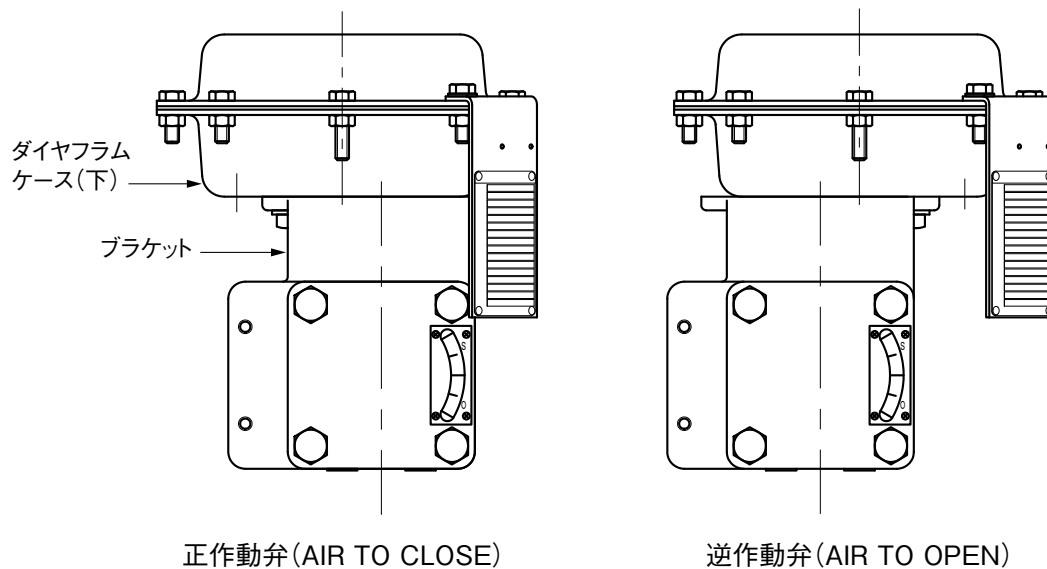

図 6-2
- 【2】 ブラケットとダイヤフラムケース(下)の接続ボルトを外し、図6-2のように組み替えます。